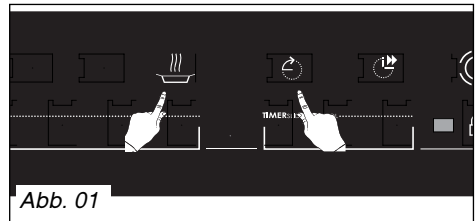

Abb. 01
– Mit der Taste  auswählen. Bei gedrückt gehaltener Taste ebenfalls auf die Taste *drücken*  (Abb. 01).